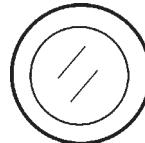

Figura 39. Botón de precalentamiento
1. En condiciones de clima frío, presione y sujeté el botón de precalentamiento (Figura 39) por un mínimo de 50 segundos para iniciar el sistema de precalentamiento.